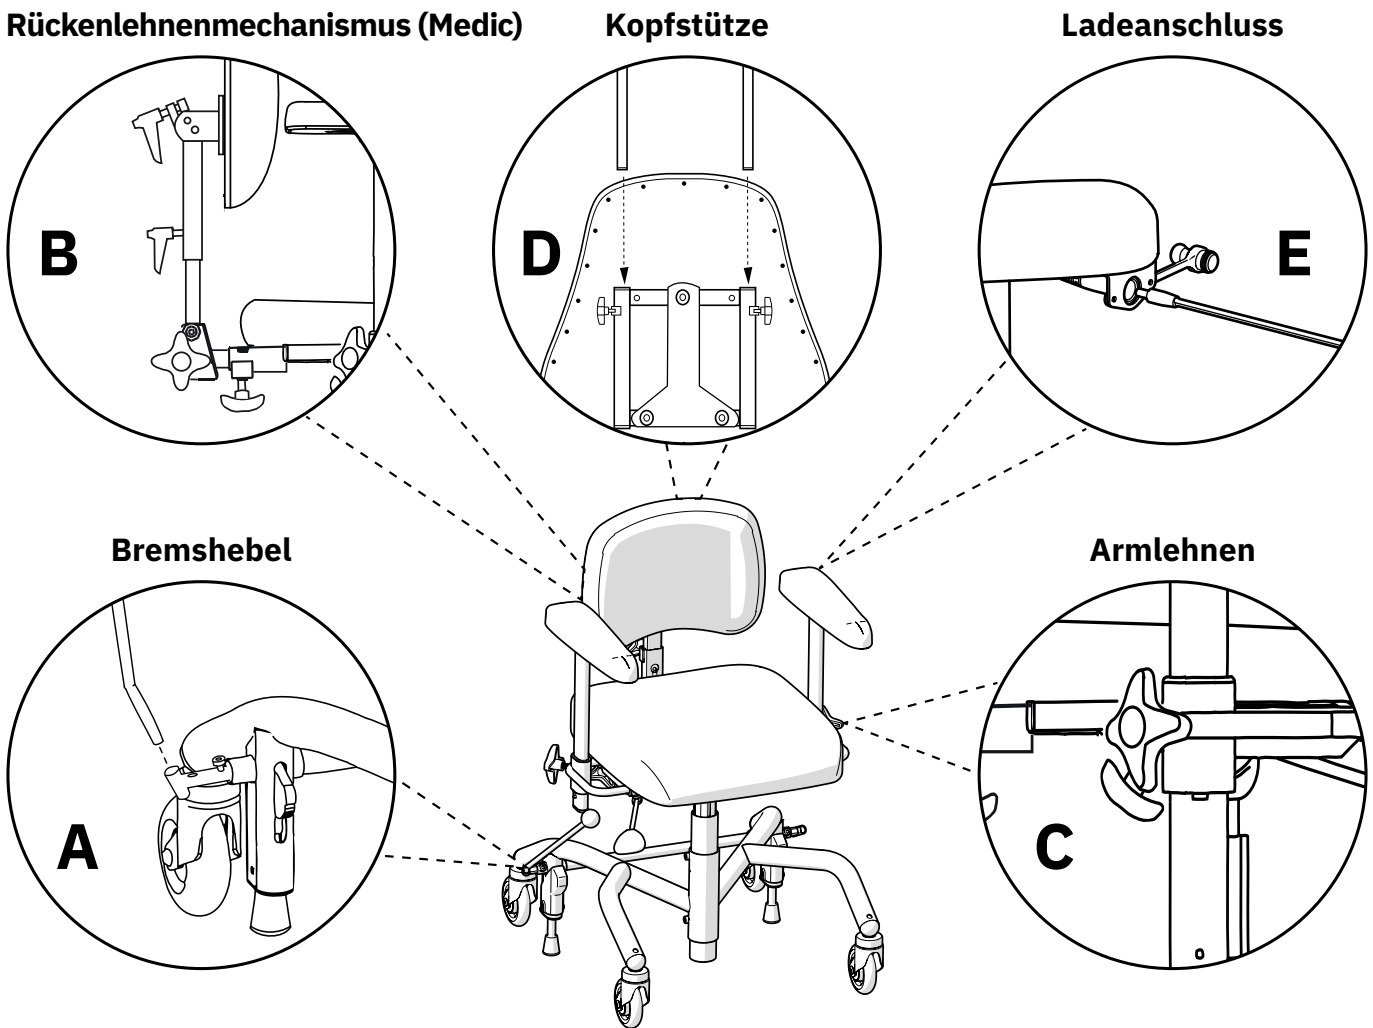

Abb. 2.1. Vorbereitungen vor der Inbetriebnahme des Produkts.
Stecken Sie den Bremshebel in die Bremshebelhalterung (A), siehe Abb. 2.1. Der Bremshebel kann auf der rechten oder linken Seite montiert werden.
Setzen Sie das Rohr der Rückenlehne in den Rückenlehnenmechanismus (B) ein und stellen Sie die gewünschte Höhe ein, siehe Abb. 2.1. Ziehen Sie sämtliche Handschrauben (B) fest. Die Abbildung zeigt einen von mehreren Rückenlehnenmechanismen, die für Mercado-Medic-Produkte erhältlich sind. Die anderen Rückenlehnenmechanismen werden auf die gleiche Weise montiert, auch wenn sie sich optisch von der Abbildung unterscheiden können.
Lösen Sie die Handschrauben an den Armlehnen (C) und stellen Sie die gewünschte Höhe und Breite ein, siehe Abb. 2.1. Ziehen Sie sämtliche Handschrauben (C) fest.
Sofern das Produkt mit einer Kopfstütze geliefert wird, stecken Sie den Kopfstützenmechanismus in die Halterung an der Rückenlehne (D) und stellen Sie die gewünschte Höhe ein, siehe Abb. 2.1. Ziehen Sie sämtliche Handschrauben (D) fest.
Vor der ersten Inbetriebnahme muss bei elektrischen Modellen der Akku aktiviert und/oder geladen werden. Dazu wird das Akkuladegerät am Ladeanschluss des Produkts und an eine Wandsteckdose (E) angeschlossen, siehe Abb. 2.1. Die Ladebuchse kann an verschiedenen Stellen des Produkts montiert werden. In den meisten Fällen wird das Produkt mit der Ladebuchse an der Rückseite der linken Armlehne geliefert.